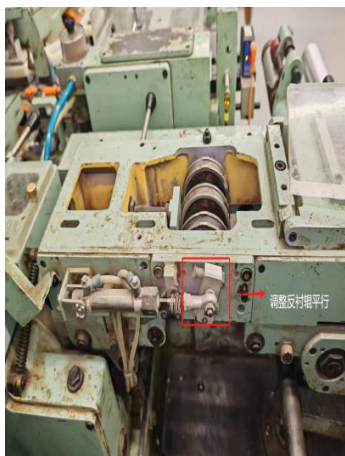

图 6 调整左侧高低
4. 调整反衬辊与涂胶辊平行且相距0.2mm（图6-图8）。